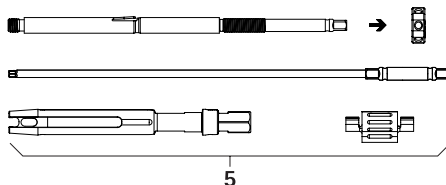

Fig. 3
- Démontez le levier de réduction percutané 5, voir Fig. 3. Démontez entièrement et dévissez l'écrou de serrage.